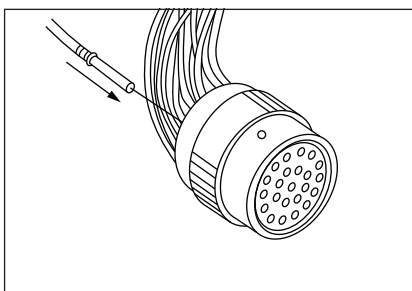

Figura 1
- 4A. (Todas las aplicaciones excepto Ford) Inserte el contacto para el Cable-Puente (del kit 050794) en el Conector del Arnés Original, en la Cavidad K (Figura 1)